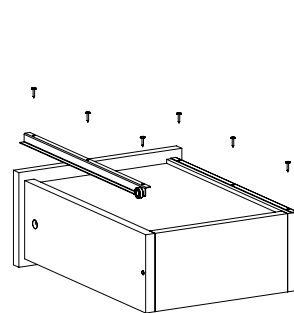

Рис.10
- Закрепить полочки направляющих на ящики шурупами 3,5x16 (Рис. 10).